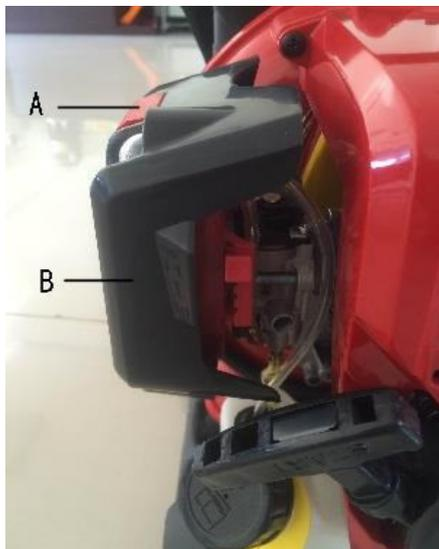

Fig. 20
1. Premere il pulsante (**A**), tenere il coperchio del filtro dell'aria e rimuovere il coperchio (**B**) e il filtro dalla scatola (fig. 20).